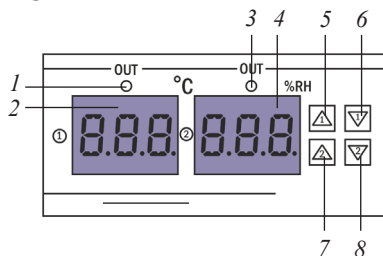

Рис. 1 – Элементы прибора
2.1. После включения питания прибор сразу перейдет в режим измерения. На индикаторе 2 (рис. 1) будет отображаться текущее значение температуры, на индикаторе 4 – текущее значение влажности.
Реле температуры сработает сразу, как только значение измеряемой температуры опустится ниже уставки T1. Загорится индикатор 1 (рис. 1), замкнутся контакты реле 8–9, к которым подключается нагреватель. Реле выключится сразу, как только значение измеряемой температуры превысит уставку T2, контакты 8–9 разомкнутся и индикатор 1 погаснет. Реле сработает снова, когда измеряемая температура станет меньше уставки T1.
Реле температуры сработает сразу, как только температура превысит уставку T1. Загорится индикатор 1 (рис. 1), замкнутся контакты реле 8–9, к которым подключается охлаждающее устройство, например, вентилятор. Реле выключится сразу, как только значение измеряемой температуры опустится ниже уставки T2, контакты 8–9 разомкнутся и индикатор 1 погаснет. Реле сработает снова, когда измеряемая температура поднимется выше уставки T1.
Реле влажности сработает сразу, как только значение измеряемой влажности опустится ниже уставки RH1. Загорится индикатор 3 (рис. 1), замкнутся контакты реле 6–7, к которым подключается увлажнитель. Реле выключится сразу, как только значение измеряемой влажности превысит уставку RH2, контакты 6–7 разомкнутся и индикатор 3 погаснет. Реле сработает снова, когда измеряемая влажность станет меньше уставки RH1.
Реле влажности сработает сразу, как только влажность превысит уставку RH1. Загорится индикатор 3 (рис. 1), замкнутся контакты реле 6–7, к которым подключается осушающее устройство, например, вытяжка. Реле выключится сразу, как только значение измеряемой влажности опустится ниже уставки RH2, контакты 6–7 разомкнутся и инди-